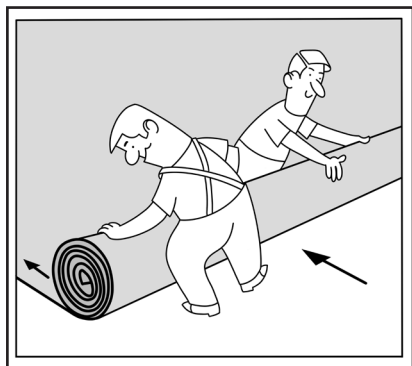

Рис. 7
6.3. Скатайте или сверните полотно по направлению от краёв к центру (см. Рис.7).